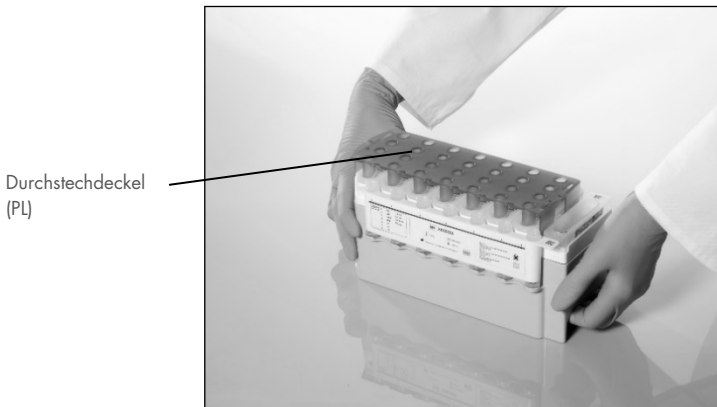

Abbildung 3. Einfaches Vorbereiten der Arbeitsplattform mit Reagenzienkartuschen (RC)
Stellen Sie vor Beginn des Verfahrens sicher, dass die Magnetpartikel vollständig resuspendiert sind. Entnehmen Sie den Trog mit den Magnetpartikeln aus dem Reagenzienkartuschen-Rahmen, vortexen Sie ihn gründlich mindestens 3 Minuten lang und setzen Sie ihn vor der ersten Verwendung wieder in den Rahmen der Reagenzienkartusche. Setzen Sie die Reagenzienkartusche (RC) in den Reagenzienkartuschenhalter. Setzen Sie das leere Enzymrack (ER) in den Reagenzienkartuschenhalter. Setzen Sie vor der ersten Verwendung einer Reagenzienkartusche (RC) den Durchstechdeckel (PL) oben auf die Reagenzienkartusche (RC) (Abbildung 3).